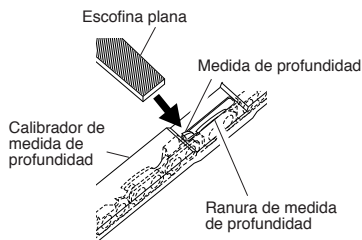

Figura 25 - Calibrador de medida de profundidad en la cadena
1. Coloque el calibrador de medida de profundidad (.635 mm) firmemente a lo largo de dos elementos de corte. Asegúrese de que la medida de profundidad penetra en la ranura del calibrador de la medida de profundidad (vea la Figura 25, en la página 44).